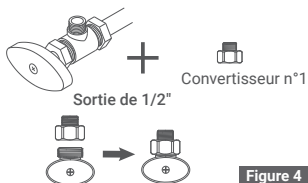

Figure 4
• Si la sortie de la vanne d'angle est de 1/2", connectez-la d'abord avec un convertisseur n°1. (Figure 4)